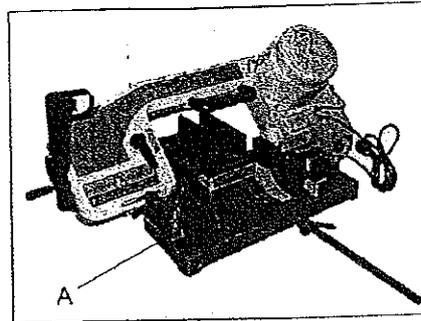

Fig.1
Desenganche la cadena de bloqueo (A) en la Fig. 1 para liberar la sierra. Después de su utilización vuelva a colocar la cadena, y compruebe que está enganchada adecuadamente para su seguridad y su transporte. El error en el cumplimiento de esta advertencia puede causar lesiones personales y daños en la máquina.